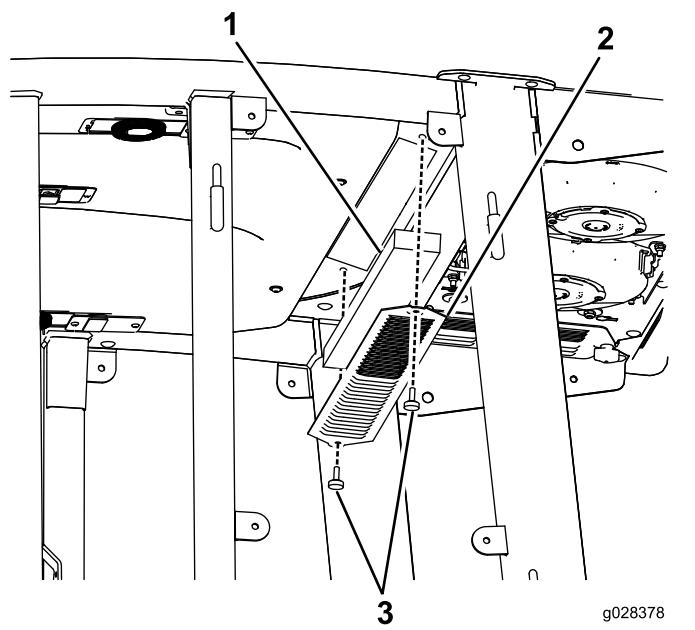

Figura 125
- Togliete il tetto della cabina rimuovendo i 22 bulloni che fissano il tetto (Figura 125).
- Togliete i filtri dell'aria (Figura 125).
- Rimuovete e pulite le serpentine refrigeranti (Figura 125).